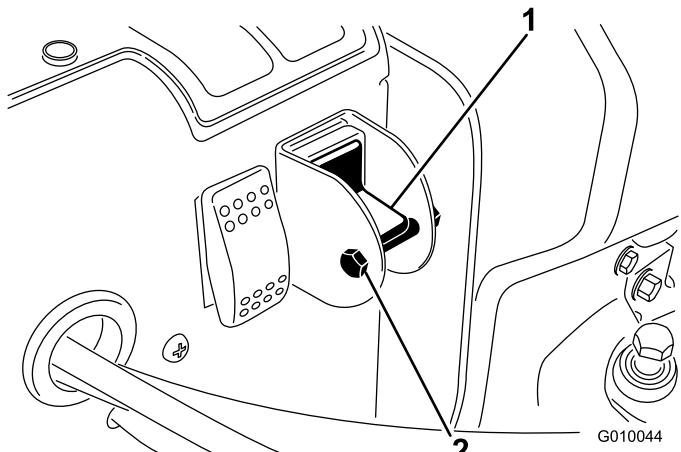

図 29
- セレクタスイッチのロック用ボルトとナットを外す（図 29）。